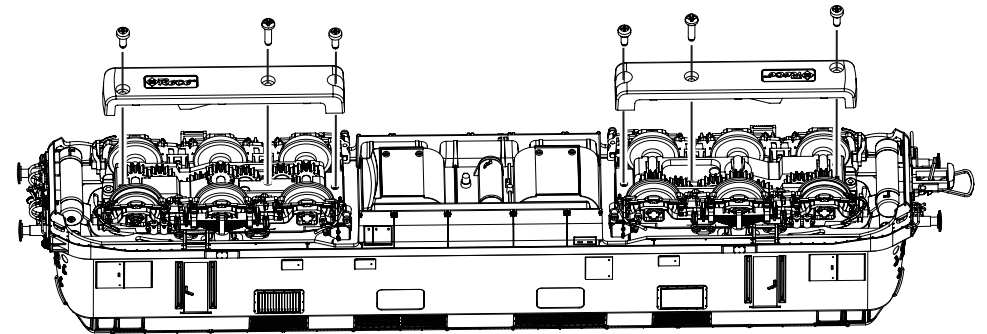

Fig. 10
Ausführung für Wechselstrom: siehe Fig. 10
A.C. operation: see fig. 10
voir fig. 10